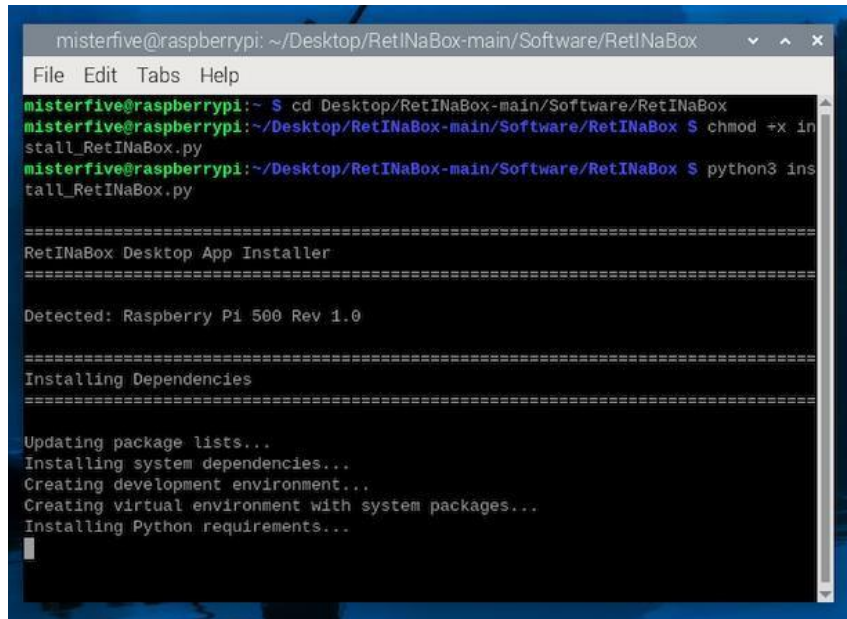

Рисунок 31. Терминал во время установки кода РетнаБокс.
- d. Откройте терминал и введите следующие команды, а затем нажмите клавишу Enter, как показано на **Рис. 31**.